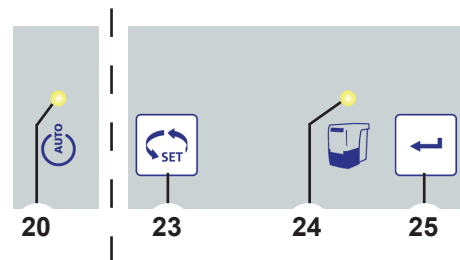

Fig. 8
- ♦ Le voyant du tiroir à poussière (24) s'éteint.
**Si le tiroir à poussière n'est pas vidé, le voyant du tiroir à poussière (24, fig. 8) reste allumé. Après la mise en marche/à l'arrêt de l'appareil, le signal sonore retentit à nouveau 3 fois pour rappeler qu'il est nécessaire de vider le tiroir à poussière.**